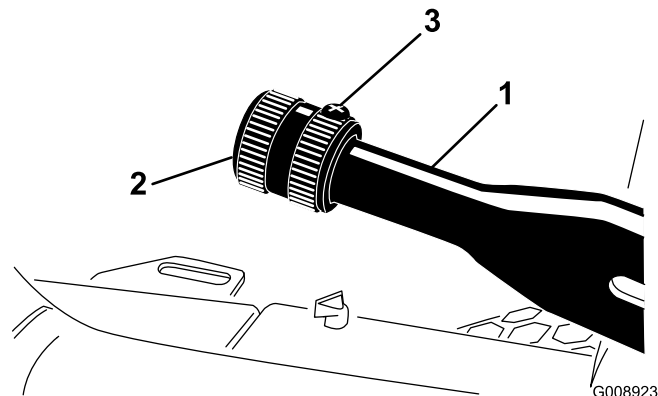

Figura 58
1. Desaperte o parafuso de afinação que fixa o manípulo à alavanca do travão de mão (Figura 58).